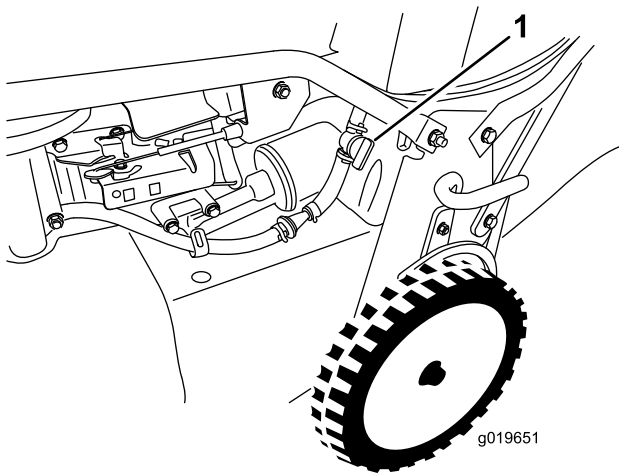

Figura 18
2. Abra la válvula de cierre del combustible (Figura 18).